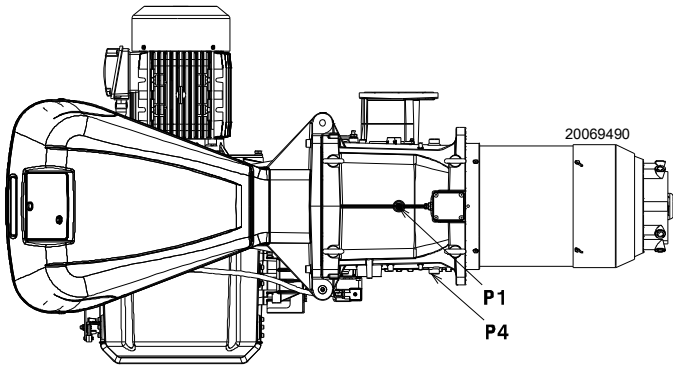

图 27
- 用在测试点 P1) (图 27) 处测得的燃气压力减去炉膛压力。
计算测试点 P1)(图 27) 处所需燃气压力，将燃烧器以最大出力运行：
- 读取测试点 P1 (图 27) 的压力。
测试点 P1)(图 27) 处所需燃气压力。